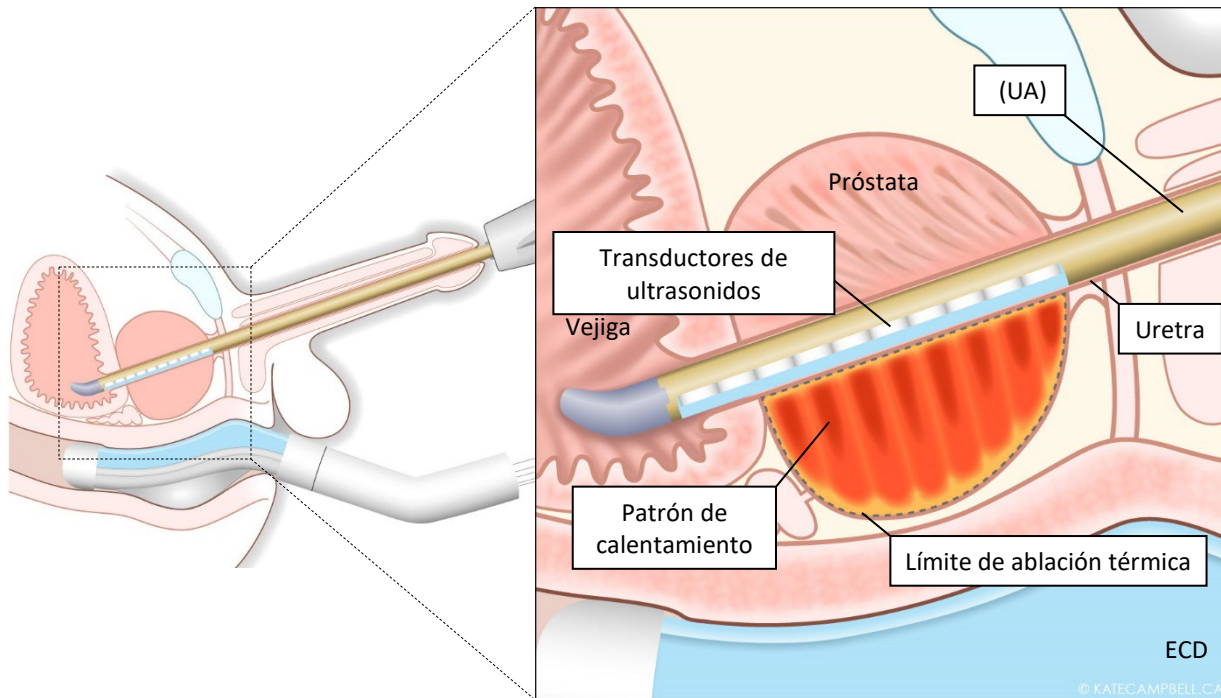

Figura 4: Diagrama conceptual del UA en la próstata
El sistema TULSA-PRO combina las imágenes por resonancia magnética (RM) en tiempo real y termometría por RM con ultrasonidos direccional transuretral y software de control de proceso de circuito cerrado para administrar una ablación térmica exacta del tejido prostático prescrito por el médico (*Figura 4*). El sistema consta de componentes de hardware y software.